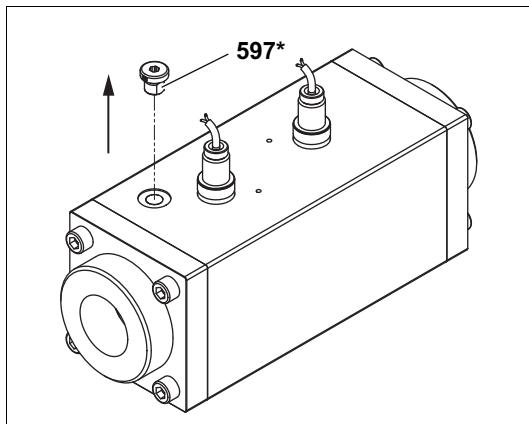

Fig. 3 Retirer la vis de fermeture
1. Enlever la vis de fermeture **597***, voir Fig. 3, page 13.